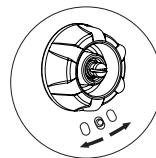

Fig.6
- **Indstilling af sigtvinkelposition.** (se Fig. 6)